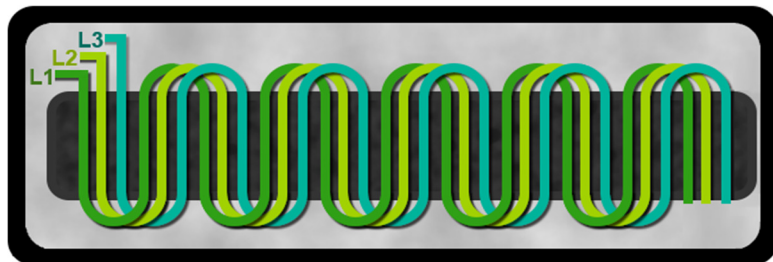

Abb. 3.2: Schemazeichnung des Stators im Fahrweg des Transrapids
Der Stator wird mit 3 Phasen Wechselspannung gespeist. Durch die Phasenverschiebung und die in Abb. 3.2 zu erkennender Anordnung der Leiter wird ein Wanderfeld erzeugt. Dieses bewegt alle Magnetischen Objekte in
- Abb. 3.2: *Schemazeichnung des Stators im Fahrweg des Transrapids, Erstellt in Eigenarbeit zur Repräsentation des Antriebes basierend auf der Quelle [RK1], © 2024 – C. PRICKARTZ*